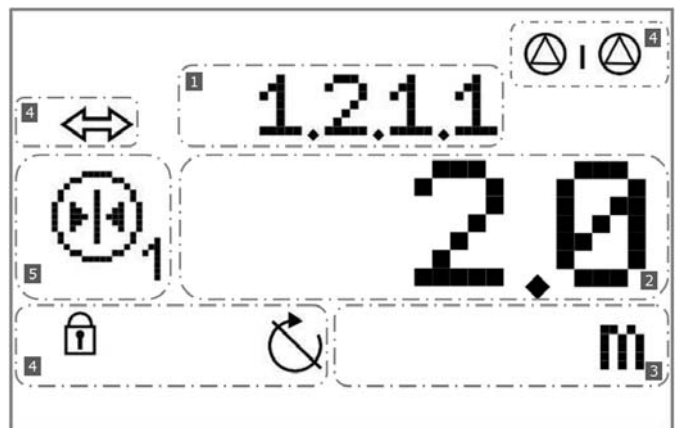

Afb. 11: Indrukken van de bedieningsknop
$n=f(AI)$ (regelbedrijf – zie afb. 11)
- Het **LCD-display** geeft de bedrijfstoestanden van de pompen, de regelaar en de frequentieomvormer aan. Via de bedieningsknop vindt de menukeuze en parameterinvoer plaats. Om waarden te wijzigen of te scrollen door een menuniveau moet de knop worden gedraaid, om te selecteren en te bevestigen moet hij worden ingedrukt (afb. 11).